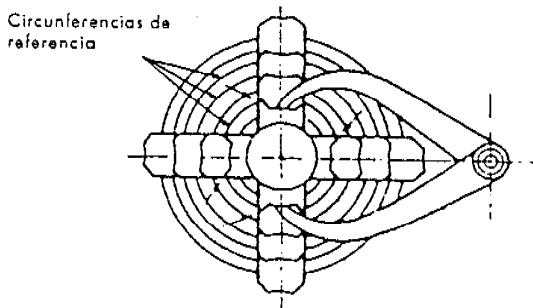

Figura 3
- a. Abra las mordazas, tomando como referencia las circunferencias concéntricas, generalmente marcadas en la cara del plato ( Figura 3 ).